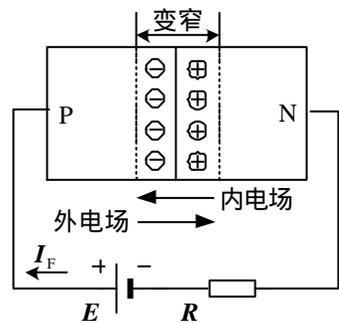

图 1-8 PN 结正向偏置
(1) PN结外加正向电压 将PN结P区接电源正极，N区接电源负极，称为PN结外加正向电压，又叫正向偏置，如图1-8所示。PN结正向偏置时，外电场与内电场方向相反，从而削弱了内电场，破坏